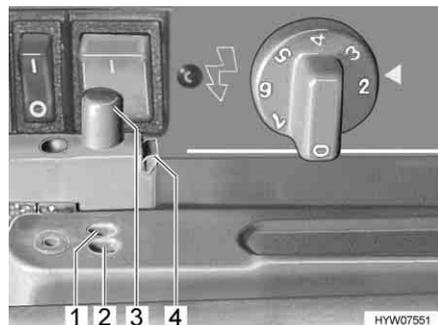

Fig. 45 Bloccaggio della porta del frigorifero
- Premere lateralmente sulla sicura di colore verde (Fig. 45,4) per sbloccare la porta. Il nottolino (Fig. 45,3) scatta all'infuori.
- Premere il nottolino (Fig. 45,3) in modo che scatti nella tacca di arresto esterna (Fig. 45,2).
- Premere il nottolino (Fig. 45,3) in modo che scatti nella tacca di arresto interna (Fig. 45,1). In questo modo la porta rimane ferma in posizione socchiusa.